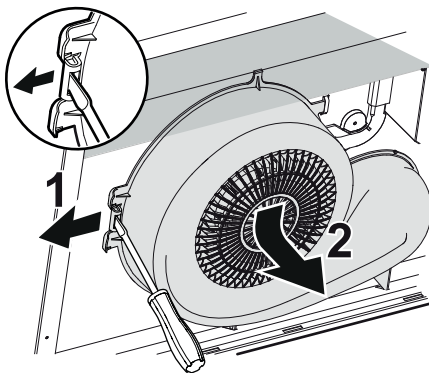

Fig.4
Lossa fläkthuset genom att böja ut snäppet i pilens riktning (1) och trycka fläkthuset från dig och nedåt (2),Fig.4.